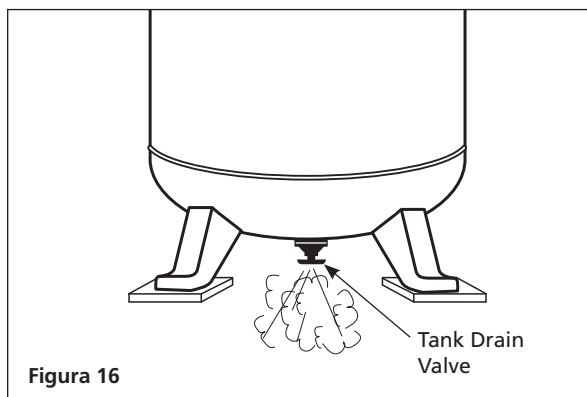

Figura 16
3. Abra la válvula de drenaje del tanque (consulte la Figura 16). Gire la válvula de salida para abrir el flujo de aire.
Desagüe el tanque: Drene la humedad del tanque abriendo la válvula de drenaje debajo del tanque una vez que la presión del tanque sea inferior a 2,8 bar (Ver la figura 16 en la página Sp13).